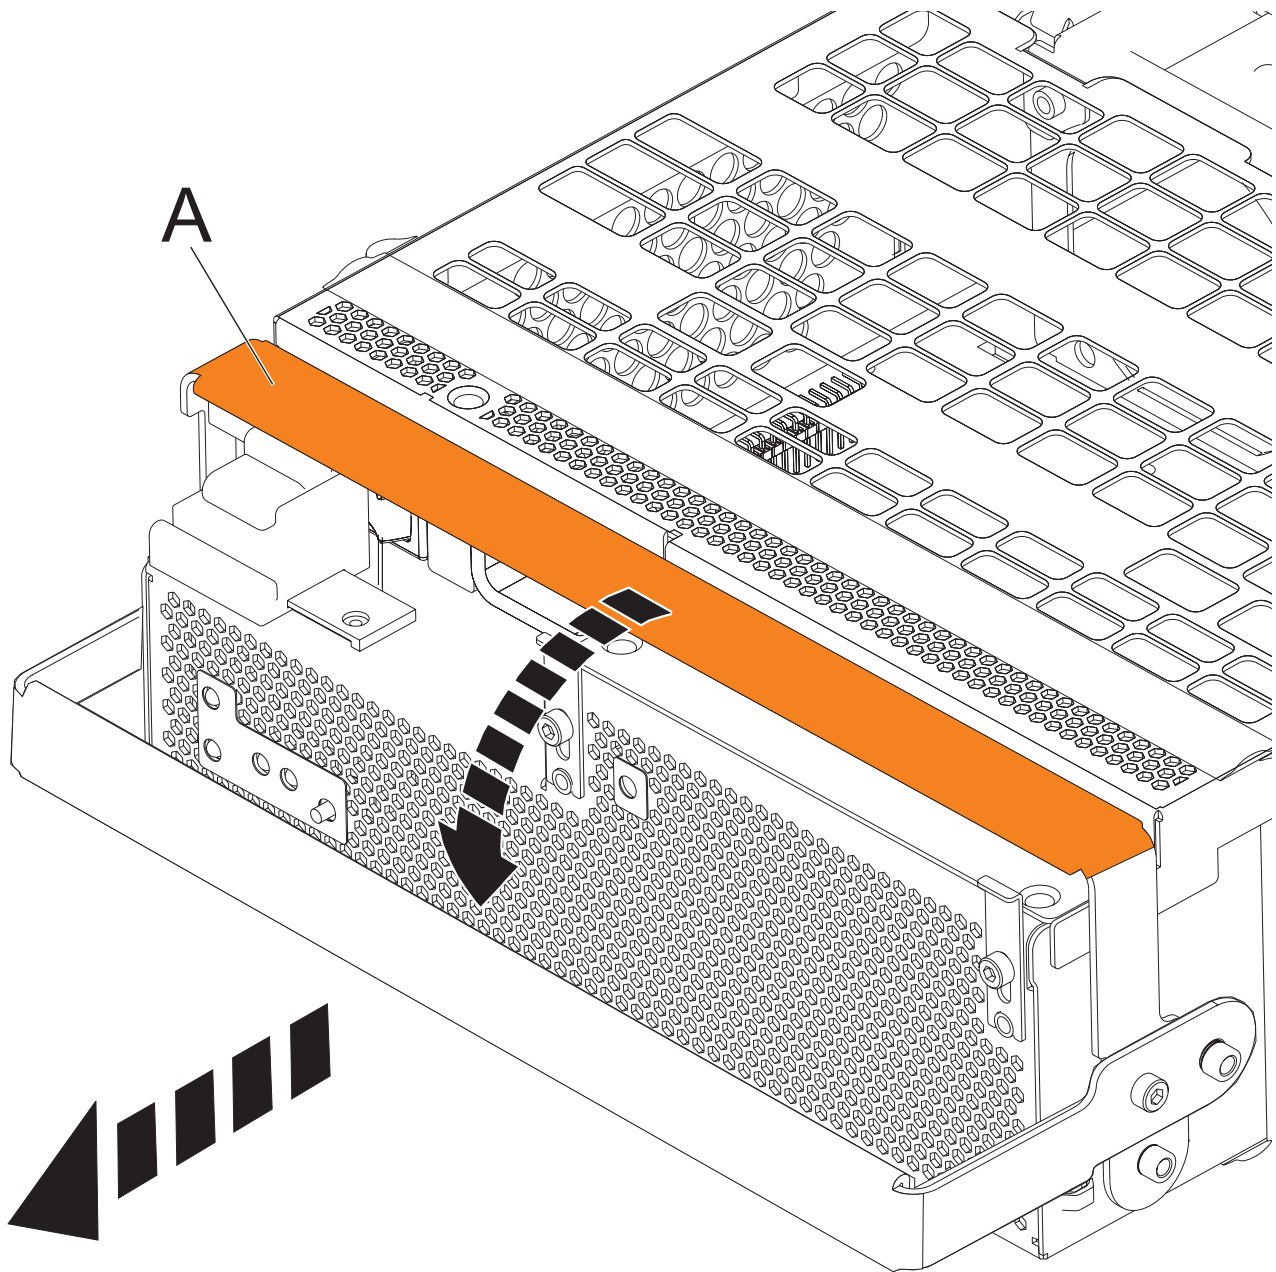

Figure 68. Retirer les ensembles de conversion hors ligne
- a. Tirez le levier (**A**) à fond vers le bas dans le sens indiqué pour dégager l'ensemble de conversion hors ligne. Pour plus d'informations, voir figure 68, à la page 88.